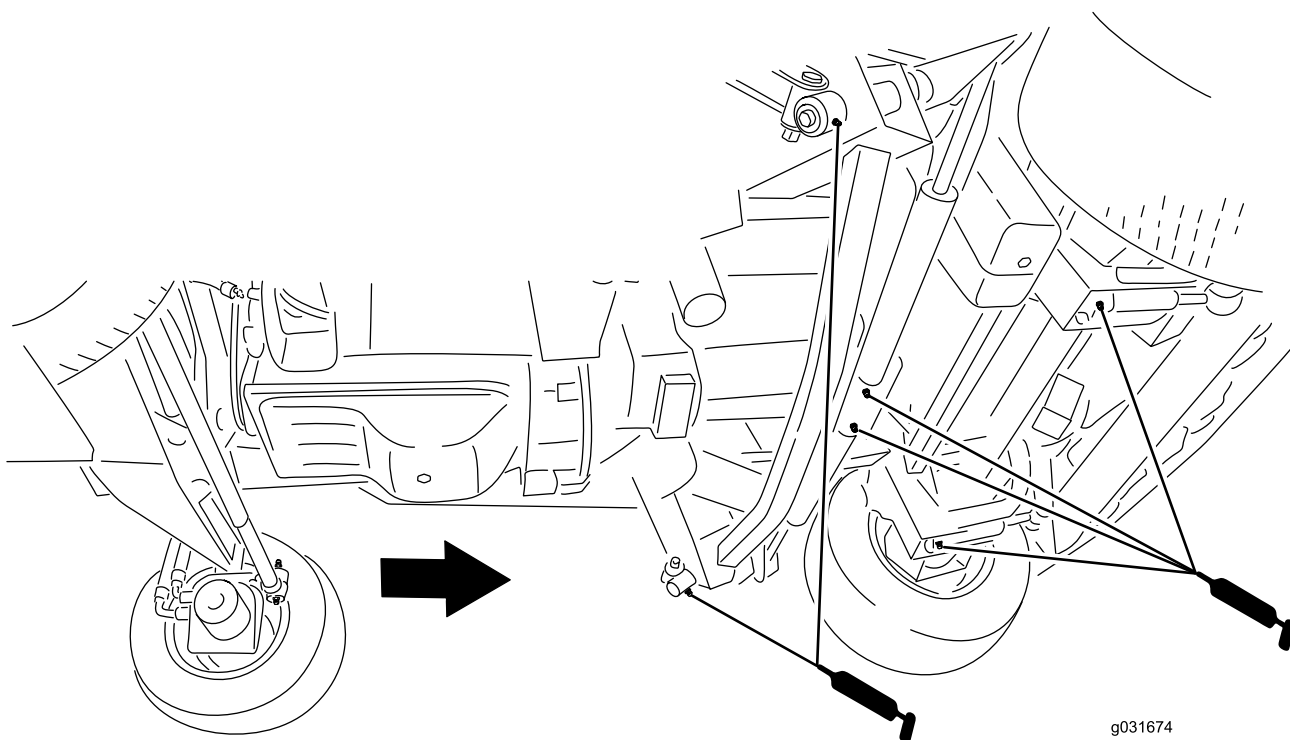

Figura 77
- 2 braços de impacto (Figura 77)
- 2 articulações do cilindro de elevação da plataforma frontal (Figura 77)
- 2 articulações do cilindro de elevação da plataforma lateral (Figura 77)